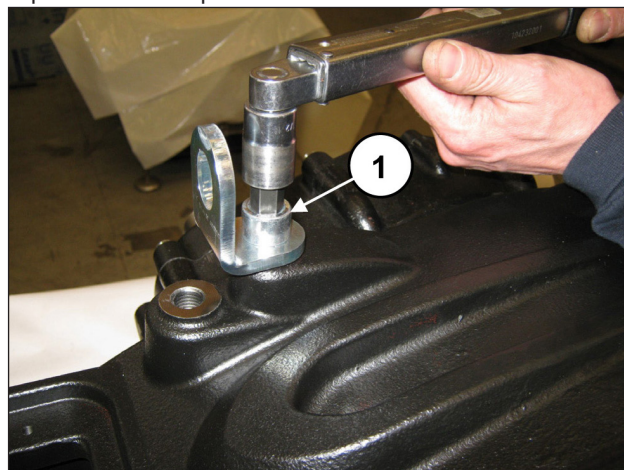

Fig. 93
Appliquer les bouchons et les étriers de levage à l'aide des vis M16x30 (rep. ①, Fig. 93).